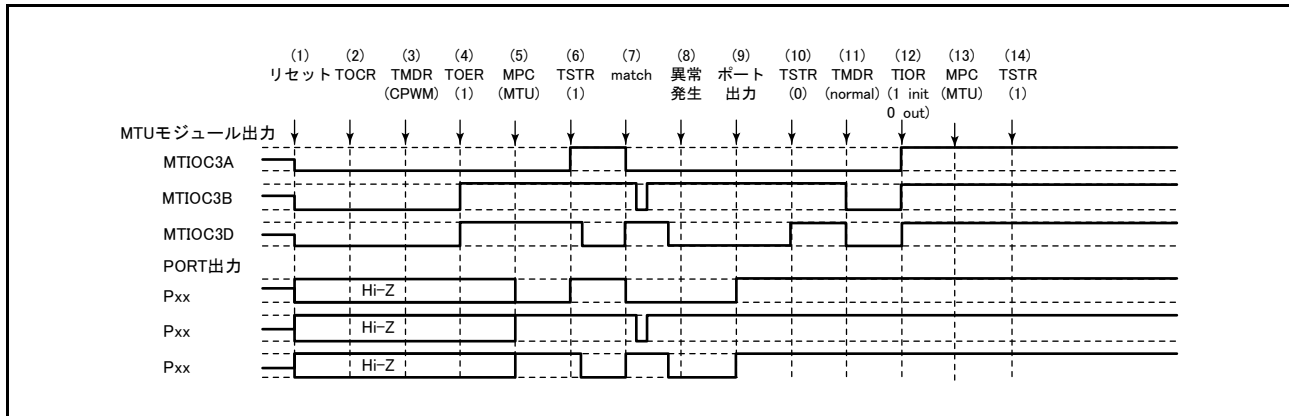

図 22.165 相補 PWM モードで異常が発生し、ノーマルモードで復帰する場合
相補 PWM モードで異常が発生し、再設定後ノーマルモードで再スタートする場合の説明図を図 22.165 に示します。
(1) ~ (10) は図 22.165 と共通です。
(11) PWM モード 1 を設定してください (MTU 出力は Low となります)。
(12) TIOR レジスタで端子を初期化してください (PWM モード 1 では MTIOCnB (MTIOCnD) 端子に波形が出力されません。出力すべきレベルがある場合は、I/O ポートのポート方向レジスタ (PDR)、ポート出力データレジスタ (PODR) で汎用出力ポートの設定をしてください)。
(13) MPC と I/O ポートのポートモードレジスタ (PMR) で MTU 出力としてください。
(14) TSTRA レジスタで再スタートします。
(23) 相補 PWM モードで動作中に異常が発生し、相補 PWM モードで再スタートする場合の動作
(11) MPC と I/O ポートのポートモードレジスタ (PMR) で MTU 出力としてください。
(12) TSTRA レジスタで再スタートします。
(13) コンペアマッチの発生により相補 PWM 波形を出力します。
(24) 相補 PWM モードで動作中に異常が発生し、相補 PWM モードで新たに再スタートする場合の動作
(11) ノーマルモードを設定し新しい設定値を設定してください (MTU 出力は Low となります)。
(12) TOERA レジスタで MTU3、MTU4 の出力を禁止してください。
(13) TOCR1A、TOCR2A レジスタで相補 PWM モードの出力レベルと周期出力の許可禁止を選択してください。
(14) 相補 PWM を設定します。
(15) TOERA レジスタで MTU3、MTU4 の出力を許可してください。
(16) MPC と I/O ポートのポートモードレジスタ (PMR) で MTU 出力としてください。
(17) TSTRA レジスタで再スタートします。
(25) 相補 PWM モードで動作中に異常が発生し、リセット同期 PWM モードで再スタートする場合の動作
(11) ノーマルモードを設定してください (MTU 出力は Low となります)。
(13) TOCR1A、TOCR2A レジスタでリセット同期 PWM モードの出力レベルと周期出力の許可禁止を選択してください。
(14) リセット同期 PWM を設定します。
(26) リセット同期 PWM モードで動作中に異常が発生し、ノーマルモードで再スタートする場合の動作